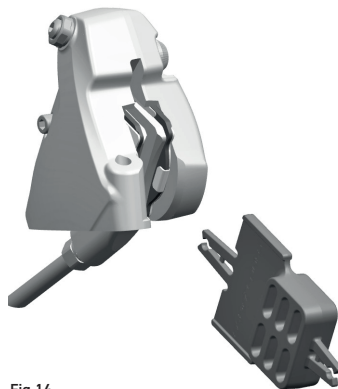
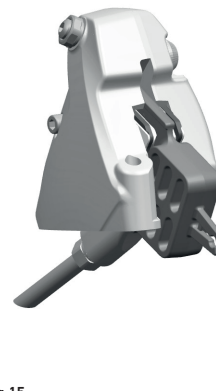

Fig.14
Fig.15
• Si tuviera que desmontar las ruedas de la bicicleta, asegúrese de introducir la herramienta para el transporte (Fig. 14 / Fig. 15) que, en caso de accionamiento accidental de las manetas de freno, impide que se acerquen las pastillas del freno y, por tanto, que se introduzca el disco.